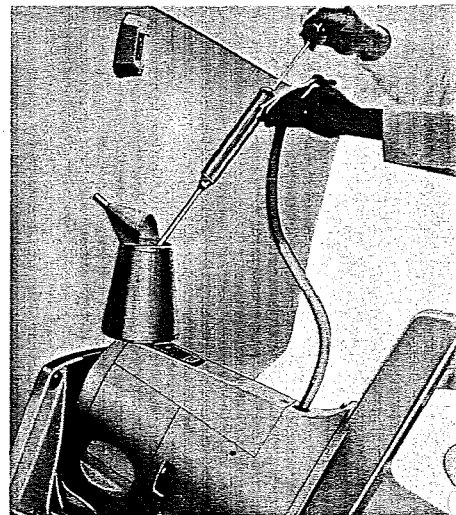

Fig. 34
1. Tag bort kåpan (84) över växelmekanismen.
2. Flytta växelstängens (19) från "A" till "B" enligt fig. 34.